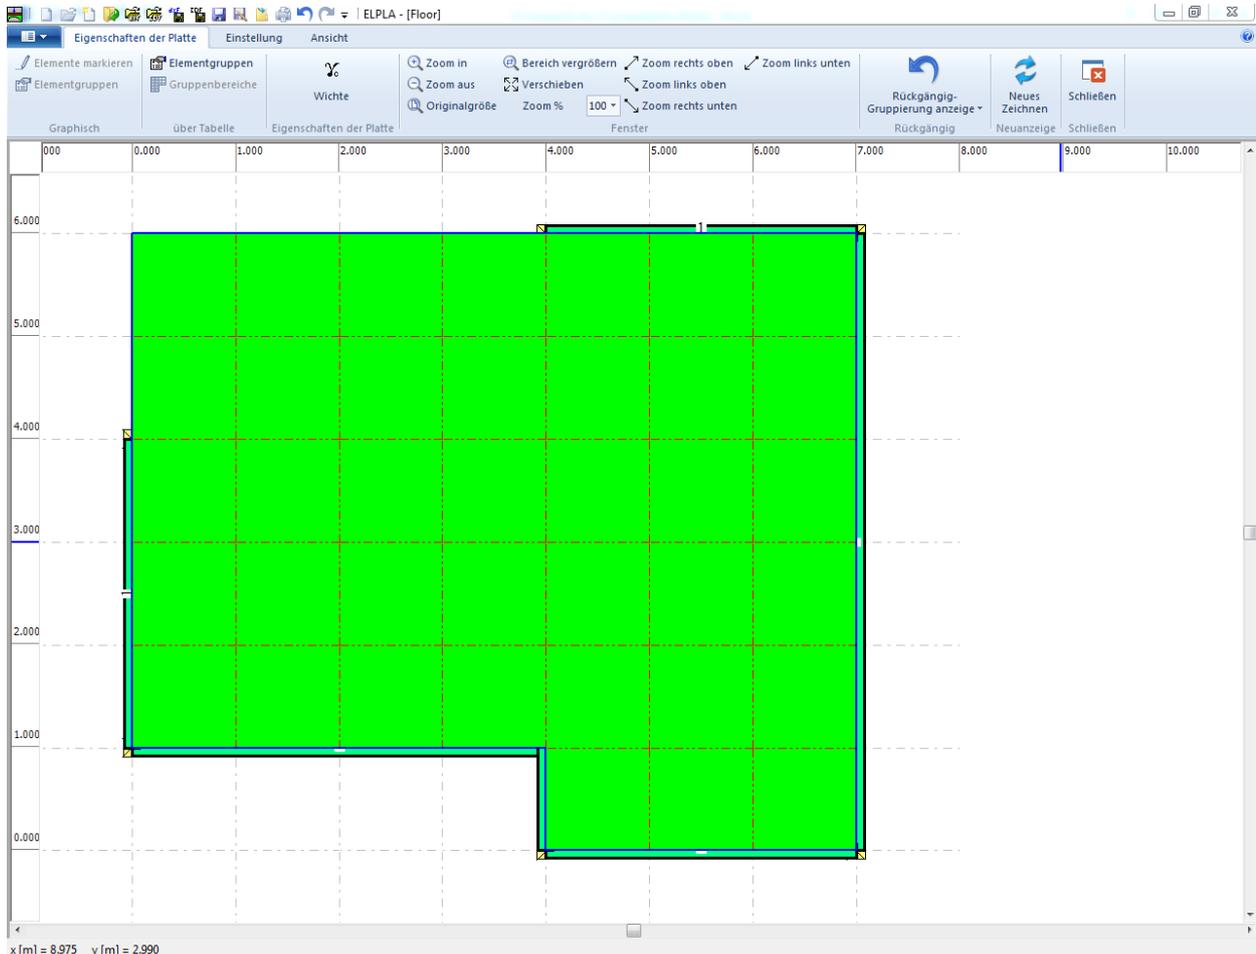
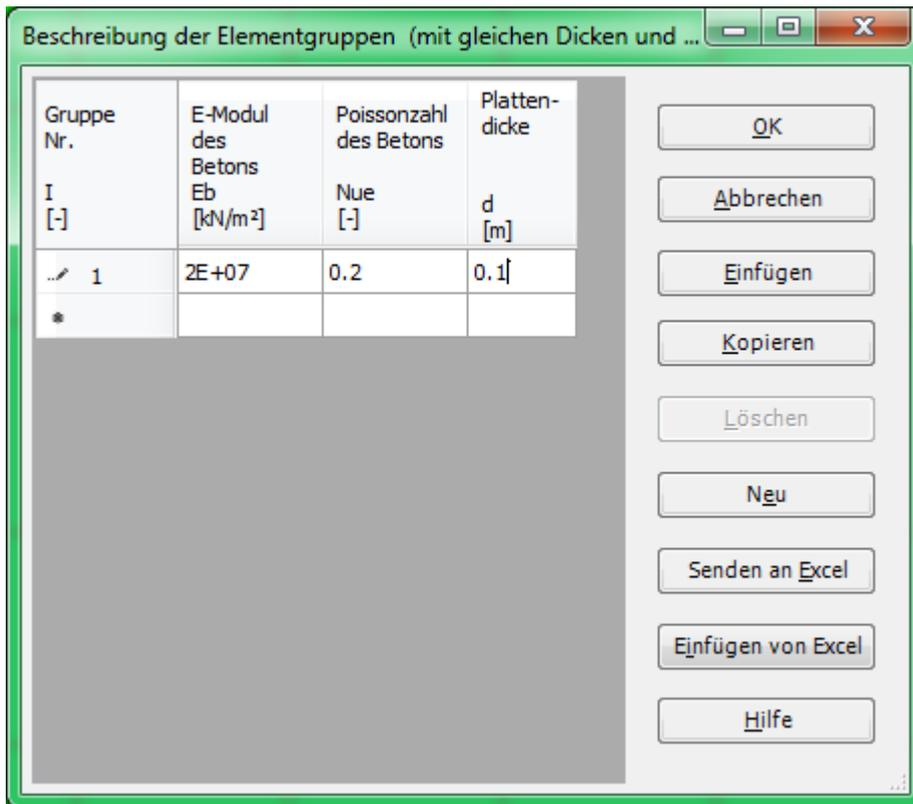
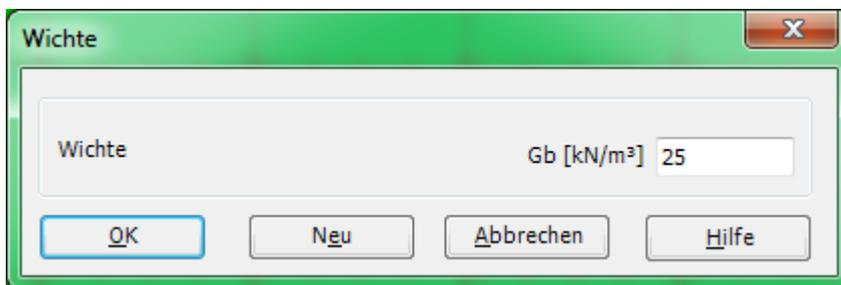

Bild 2.26 "Eigenschaften der Platte" Fenster
Bild 2.27 Listenfeld "Beschreibung der Elementgruppe"
Bild 2.28 Dialogfeld "Wichte der Platte"
- Wählen Sie "Eigenschaften der Platte" aus der Registerkarte "Daten". Das folgende Fenster im Bild 2.26 erscheint mit Standardwerten von Eigenschaften der Platte. Für das gegenwärtige Beispiel sind zur Definition Plattenmaterial und Plattendicke erforderlich
- Wählen Sie den Befehl "Elementgruppen" aus dem Menü "über Tabelle" im Fenster von Bild 2.26. Das folgende Listenfeld im Bild 2.27 mit Standardwerten erscheint. Um einen Wert in diesem Listenfeld einzugeben oder zu modifizieren, schreiben Sie diesen Wert in der entsprechenden Zelle, dann drücken Sie "Eingabe". Im Listenfeld von Bild 2.27 geben Sie E-Modul der Platte, *Poissonzahl* der Platte und Plattendicke ein
- Wählen Sie den Befehl "Wichte der Platte" aus dem Menü "Eigenschaften der Platte" im Fenster von Bild 2.26. Das folgende Dialogfeld im Bild 2.28 mit einer Standardwichte von 25 [kN/m³] erscheint
- Wählen Sie "Speichern" aus dem "Datei"-Menü im Bild 2.26, um die Eigenschaften der Platte zu speichern
- Wählen Sie "Schließen" aus dem "Datei"-Menü im Bild 2.26, um das Fenster "Eigenschaften der Platte" zu schließen zum Hauptfenster des Programms *ELPLA* zurückzukehren